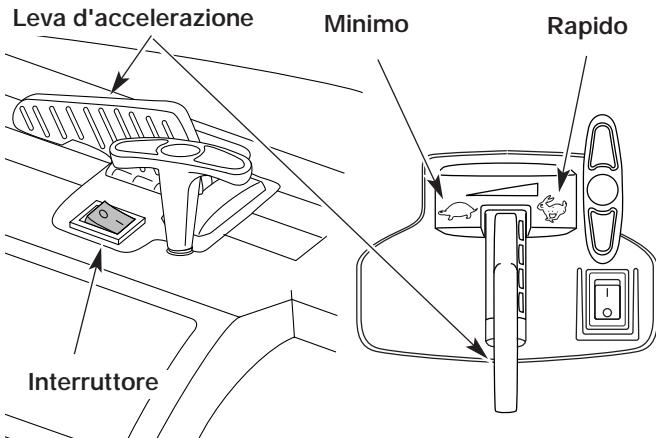
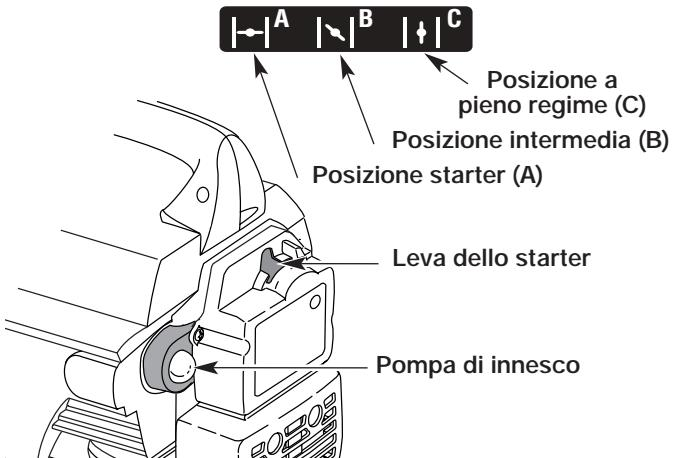

Fig. 10
Fig. 11
NOTA: L'interruttore di accensione è di tipo a posizione instabile e si trova sempre nella posizione di ON (I) (Fig. 10).
- Premere e rilasciare da 10 volte la pompa di innesco, lentamente e completamente. Il carburante deve essere visibile nella pompa (Fig. 11), in caso contrario, premere ancora tre volte fino a quando non appare.
- Porre la leva dello starter in posizione starter (A) (Fig. 11).
- Quando l'apparecchio è adagiato al suolo, far passare la leva d'accelerazione in posizione rapida (↗) (Fig. 10).
- Porre la leva dello starter in posizione intermedia (B) (Fig. 11).
- Lasciare scaldare il motore per 5/10 secondi. Porre la leva dello starter in posizione a pieno regime (C) (Fig. 11).
NOTA: Se durante il tentativo di avvio il motore si ingolfa, mettere la leva dello starter in posizione a pieno regime (C). Mettere la leva d'accelerazione in posizione rapida (↗) (Fig. 10). Tirare energicamente il cavo dello starter. Il motore deve avviarsi dopo 3 (tre) a 8 (otto) tentativi.
NOTA: Non è necessario utilizzare lo starter per avviare un motore caldo. Mettere la leva dell'acceleratore nella posizione veloce (↗) (fig. 10) e avviare l'unità con lo starter nella posizione PARZIALE (B) (fig. 11).
- Mettere la leva d'accelerazione in posizione di minimo (↖) (Fig. 10). Lasciare che il motore si raffreddi facendolo girare al minimo.
- Tenere premuto l'interruttore di accensione nella posizione di STOP [O] fino a quando il motore non si è arrestato completamente (fig. 10).
1. Mettere l'interruttore in posizione ARRESTO [O] (Fig. 10) ed attendere che il rotore smetta di girare.